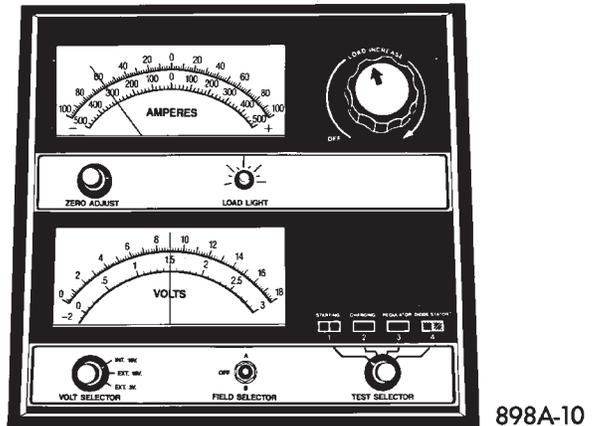
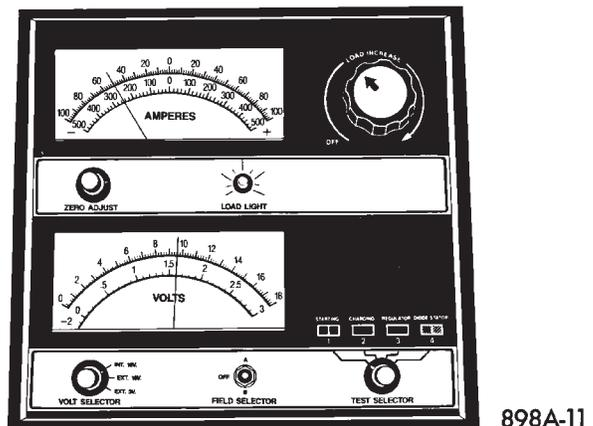

Abb. 8 Oberflächenspannung der Batterie abbauen—Typisch
Abb. 9 Einstellung auf 50% der Kaltstart-Nennstromstärke – Spannung notieren—Typisch
(3) Den Regler des Kohleschichtpotentiometers so weit drehen, daß ein Strom von 300 Ampere fließt. Den Regler nach 15 Sekunden wieder zurück in Stellung “Off” (Aus) drehen (Abb. 8). Hierdurch wird die Oberflächenspannung der Batterie abgebaut.
(4) Ca. 5 Minuten lang warten, bis sich die Ruhespannung der Batterie stabilisiert hat.
(5) Den Regler des Kohleschichtpotentiometers so weit drehen, bis das Amperemeter einen Wert anzeigt, welcher der halben Kaltstart-Nennstromstärke (gemäß technischen Daten der Batterie) entspricht (Abb. 9). Nach 15 Sekunden die angezeigte